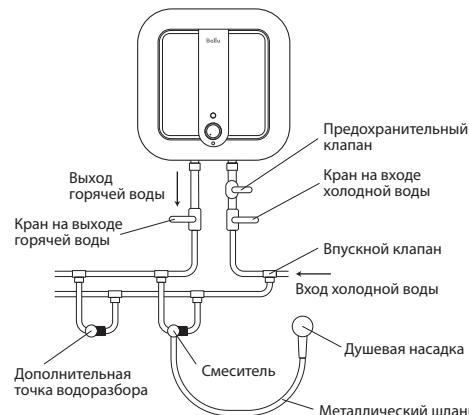

Рис. 7 Схема подключения к водопроводу моделей серии Capsule O
- Если необходимо реализовать многоканальную систему водоснабжения, используйте способ соединения (см. рис. 7 и 8).
5. Если необходимо реализовать многоканальную систему водоснабжения, используйте способ соединения (см. рис. 7 и 8).